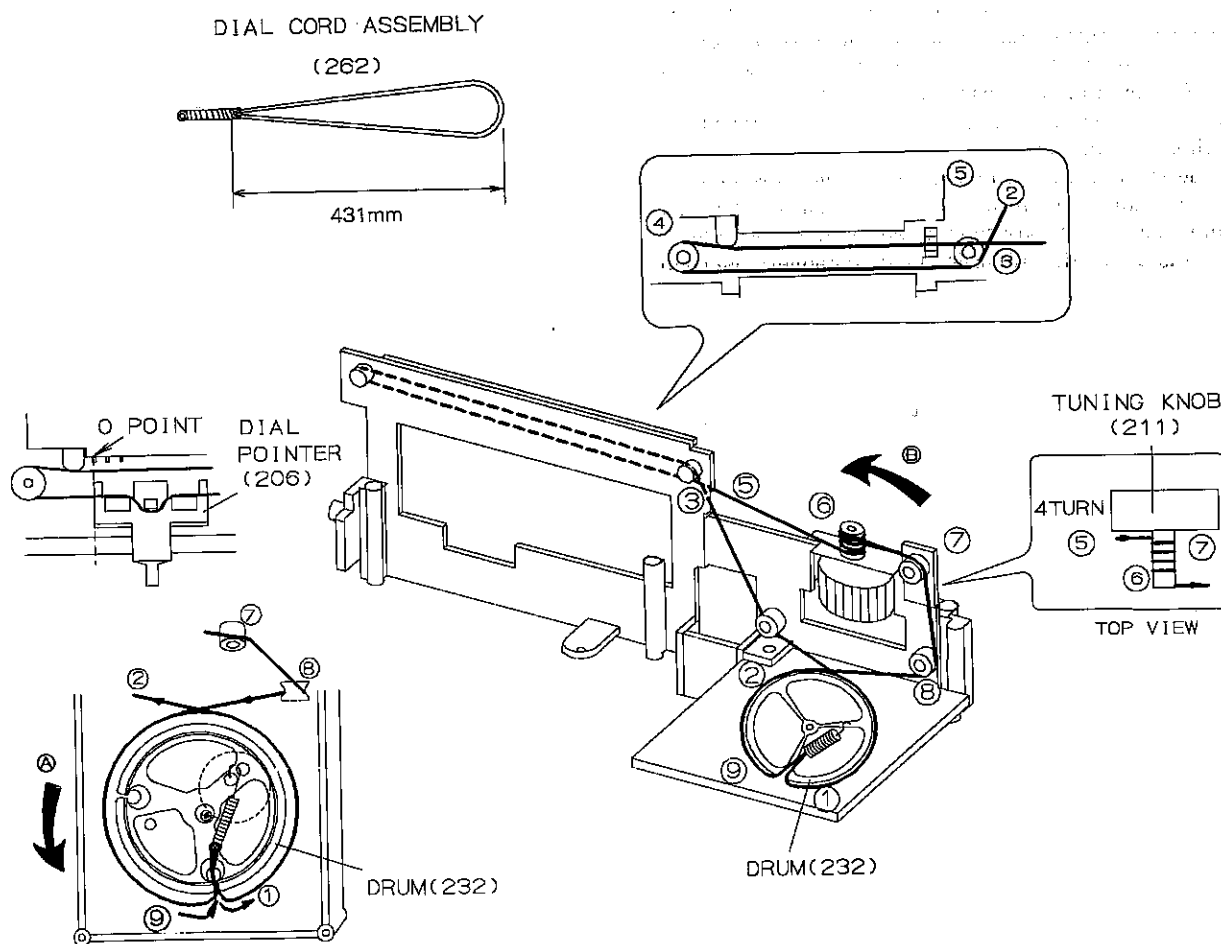

Figure 11-1
⑤ STRINGING OF DIAL CORD
1. Turn the drum fully in the direction ④ shown in Fig. 11-1 and stretch its cord over the parts in the numerical order.
2. Then turn the tuning control shaft fully in the direction ⑤ shown in Fig. 11-1 and fix its pointer as shown in Fig. 11-1.
④ SPANNEN DER SKALENSCHNUR
1. Die Trommel gemäß Abb. 11-1 bis zum Anschlag in Richtung ④ drehen, dann die Schnur in der numerischen Reihenfolge über die einzelnen Teile spannen.
2. Die Abstimmsstellerachse gemäß Abb. 11-1 bis zum Anschlag in Richtung ⑤ drehen, dann den Zeiger gemäß Abb. 11-1 befestigen.
⑤ PASSAGE DU CORDON DU CADRAN
1. Tourner le tambour entièrement dans le sens ④ montré sur la Fig. 11-1 et passer le cordon sur les organes indiqués et dans l'ordre numérique.
2. Tourner l'arbre de commande d'accord entièrement dans le sens ⑤ montré sur la Fig. 11-1 et fixer son index comme le montre la Fig. 11-1.